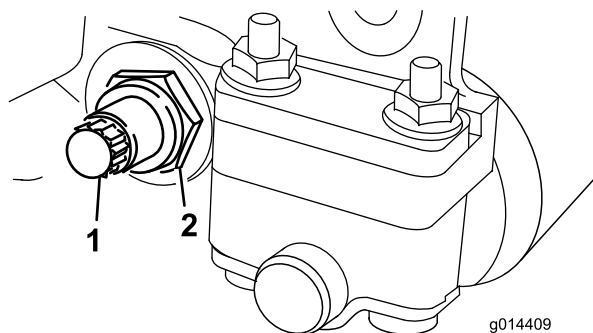
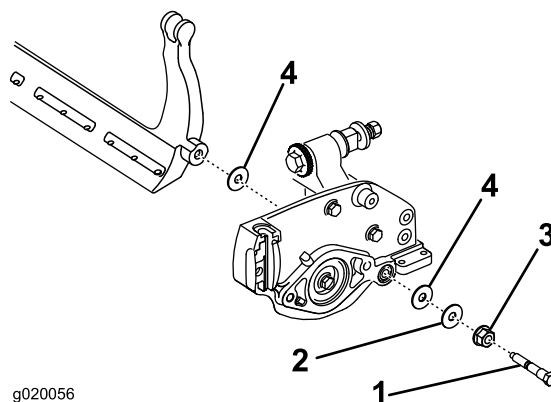

Figura 20
Figura 21
3. Desaperte a porca de bloqueio que segura a cavilha da barra de apoio, em cada um dos lados da máquina (Figura 20).
4. Remova cada uma das cavilhas da barra de apoio, de modo a permitir puxá-la e retirá-la da máquina (Figura 20). Guarde as duas anilhas de nylon e a anilha de aço prensado de cada uma das extremidades da barra de apoio (Figura 21).
2. Fixe a barra de apoio a cada um dos lados da placa lateral com duas cavilhas de lâmina de corte (porcas flangeadas nas cavilhas) e com as 6 anilhas. Coloque uma anilha de nylon de cada lado da placa lateral. Coloque uma anilha de aço no exterior de cada uma das anilhas de nylon (Figura 21).
4. Aperte as porcas de bloqueio de forma igual em cada lado até que não consiga rodar as anilhas de aço à mão (Figura 21).